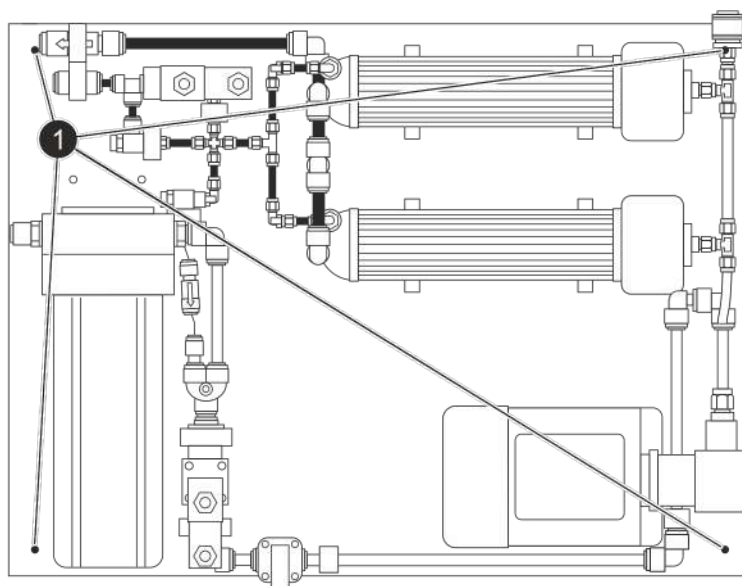

Fig. 40: Sistema de ósmosis inversa
- ➔ Atornille el sistema de ósmosis inversa con los cuatro tornillos de fijación (Fig. 40/1) y las arandelas en los orificios de sujeción de la tapa de la carcasa por el lado de manejo delante del recuperador.
- ➔ Atornille el sistema de ósmosis inversa con cuatro tornillos de fijación (Fig. 40/1) y cuatro arandelas en una superficie vertical, nivelada y estable sobre la pared o sobre un soporte.